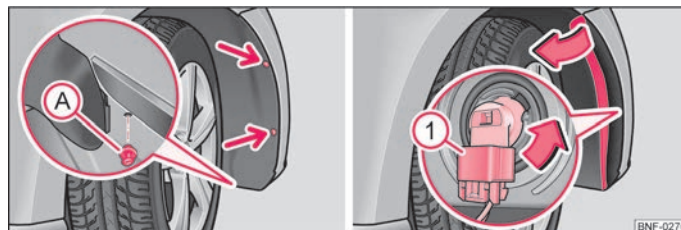

Fig. 121 Hjulkasse foran: udskiftning af pære til tågeforlygte
- Skru to skruer til hjulkassebeklædningen ud med skruetrækkeren fra bilens værktøj (pile) ⇒ Fig. 121.
- Skru låseclipsen ① nederst på hjulkassebeklædningen ud med en flad, stump genstand, fx en mønt, og tag den af.
- Vip hjulkassebeklædningen til side, og træk stikket ① af ⇒ Fig. 121.